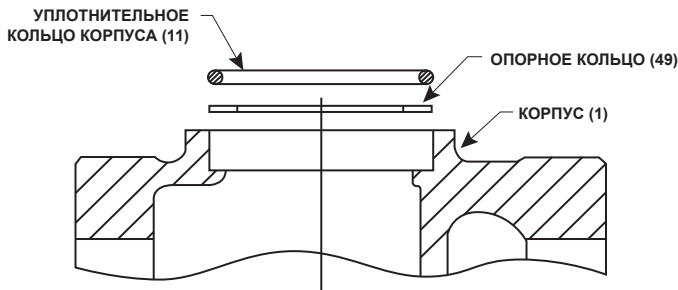

Рис. 5. Подetailный вид корпуса с показанным размещением уплотнительного кольца корпуса и опорного кольца
1. Вывинтить крепежные винты (2) и отделить кожух мембраны (4) от корпуса (1).
2. Снять и осмотреть уплотнительное кольцо корпуса (11) и опорное кольцо (49). См. рис. 5.
3. Осмотреть и, при необходимости, заменить диафрагму (5). Защитить посадочную поверхность диафрагмы при разборке и сборке. Смазать резьбы заменяемой диафрагмы высококачественной смазкой и установить ее на место, прикладывая момент затяжки от 38,5 до 53,1 N•m / 340 до 470 дюйм-фунтов.
4. Удалить шплинт (15) для замены узла тарелки (13). При отсутствии необходимости, перейти к шагу 8.
8. Установить опорное кольцо (49) в корпус (1). Затем установить уплотнительное кольцо корпуса (11) в корпус. См. рис. 5.
9. Установить кожух мембраны (4) в корпус (1). Закрепить кожух мембраны в корпусе винтами (2), затянув их с моментом от 10,2 до 14,2 N•m / 90 до 126 дюйм-фунтов.